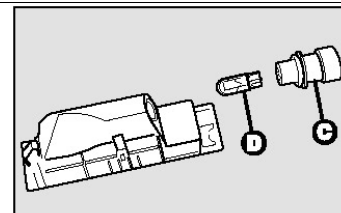

рис.41
□ Извлечь патрон **C** – **рис.41** слегка повернув его и заменить лампу **D**, установленную под давлением.